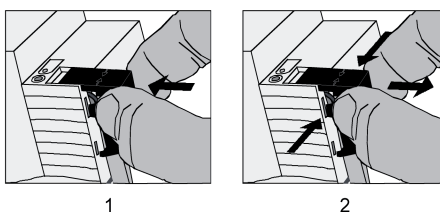

Figure 7: Poser/retirer le capuchon de protection pour la connexion du bus
- Poser le capuchon de protection : Pousser le capuchon de protection sur la borne de bus jusqu'à ce qu'il s'enclenche sensiblement (figure 7).
- Retirer le capuchon de protection : Pour retirer le capuchon de protection, le presser légèrement sur le côté et le tirer vers l'avant (figure 7).